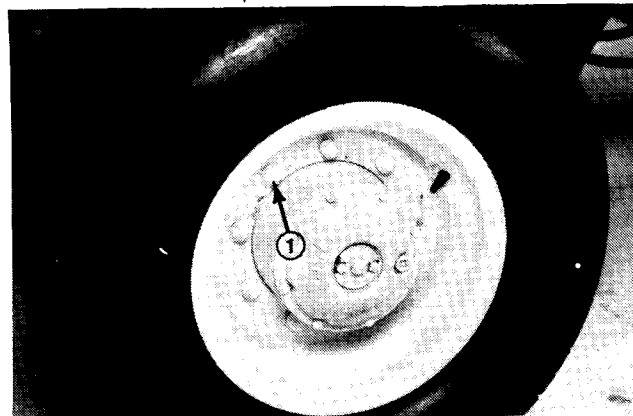

Figure 18
1. Loosen wheel lug nuts (Fig. 18).